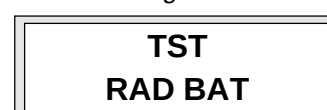

Fig. 20
- sul display viene visualizzato RAD BAT (fig. 20).